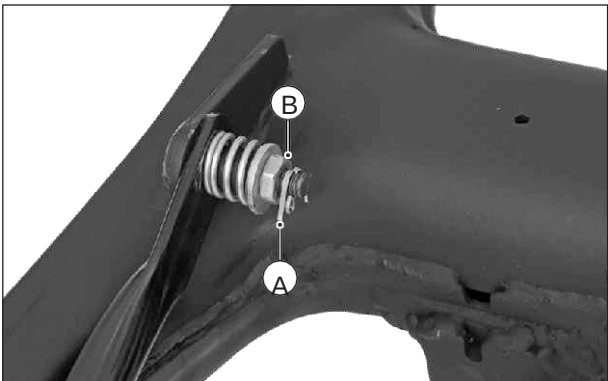

Fig. 6.107
- Retire el pin (A) del tornillo de la varilla torque. (Fig. 6.107)
- Retire la tuerca (M8) (B) junto con la arandela y el resorte de la varilla torque. (Fig. 6.107)